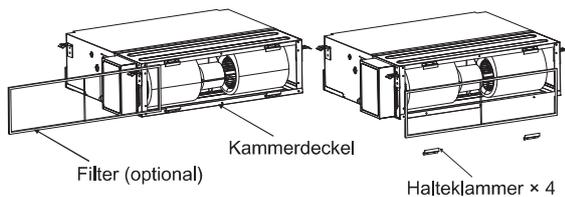
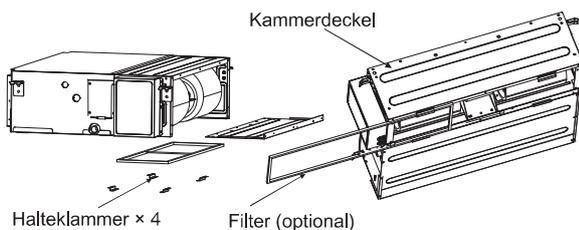

Abb. 3.1.2
Abb. 3.1.3
- Für die Wartung und Instandhaltung ist ein ausreichender Abstand gewährleistet (siehe Abb. 3.1.1, Abb.3.1.2)
- (1) Entfernen Sie den Kammerdeckel.
- (2) Bringen Sie den entfernten Filter in der in Abb. 3.1.2 gezeigten Ausrichtung wieder an, bringen Sie den entfernten Kammerdeckel in der in Abb. 3.1.3 gezeigten Ausrichtung wieder an, siehe Abb. 3.1.3 für die Richtung des Filters.